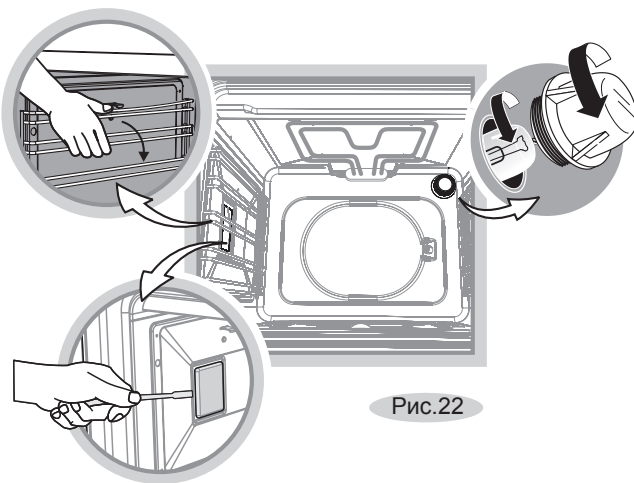

Рис.22
- Открутите стеклянный плафон (рис. 22)